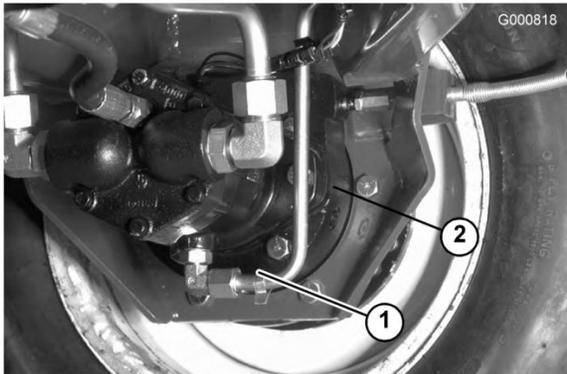

Figura 68
3. Togliete i tappi di controllo/spurgo dalla scatola del freno e lasciate defluire l'olio (Figura 68).